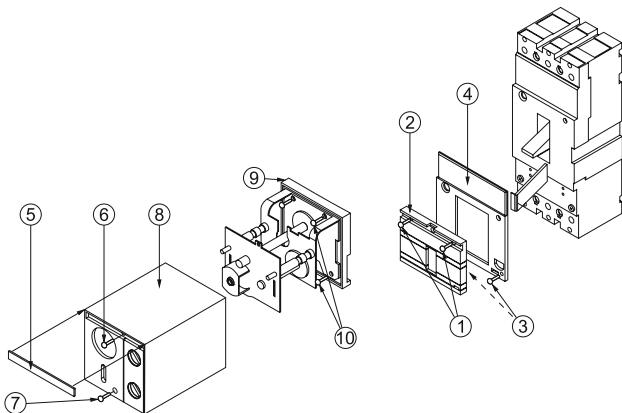

Рисунок 3 – Монтаж
6.6 Монтаж электропривода производится в определенной последовательности (см. рисунок 3). Перед началом монтажа рукоятку выключателя установить в среднее положение, для этого перевести рукоятку автоматического выключателя в положение «Вкл» и нажать кнопку «Тест».